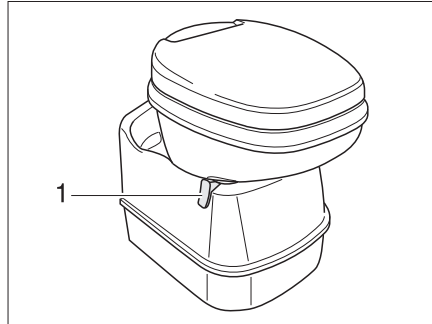

Fig. 139 Taza del inodoro Thetford, basculable
- Antes del lavado, abrir la corredera del inodoro Thetford. Para ello, empujar la palanca de corredera (Fig. 139,1) en sentido contrario a las agujas del reloj.
- Girar la palanca de corredera (Fig. 139,1) en sentido de las agujas del reloj. Se cierra la corredera. Para el vaciado **debe** estar cerrada la corredera en el inodoro Thetford.